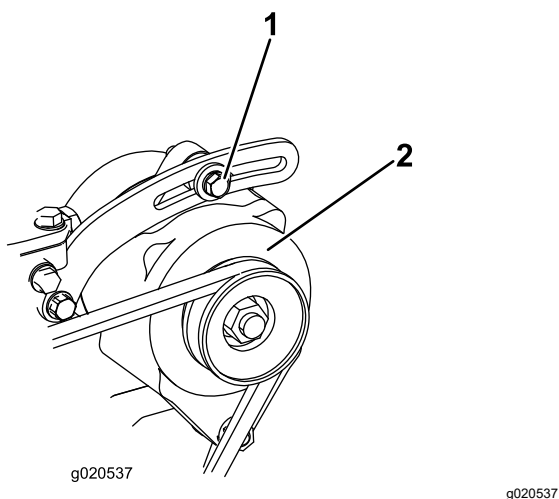

Рисунок 96
1. Если прогиб не равен 10 мм, ослабьте болты крепления генератора (Рисунок 96).